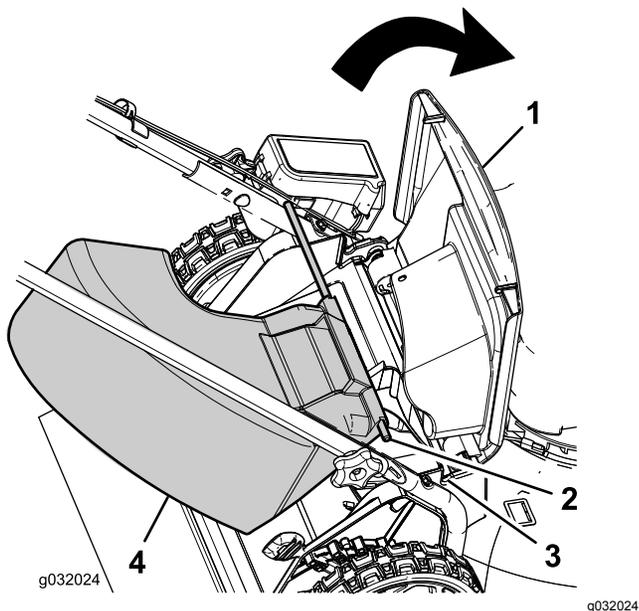

Figure 21
1. Soulevez le volet arrière (Figure 21).
2. Insérez les extrémités de la goulotte d'éjection latérale dans les crans des supports du guidon (Figure 21).